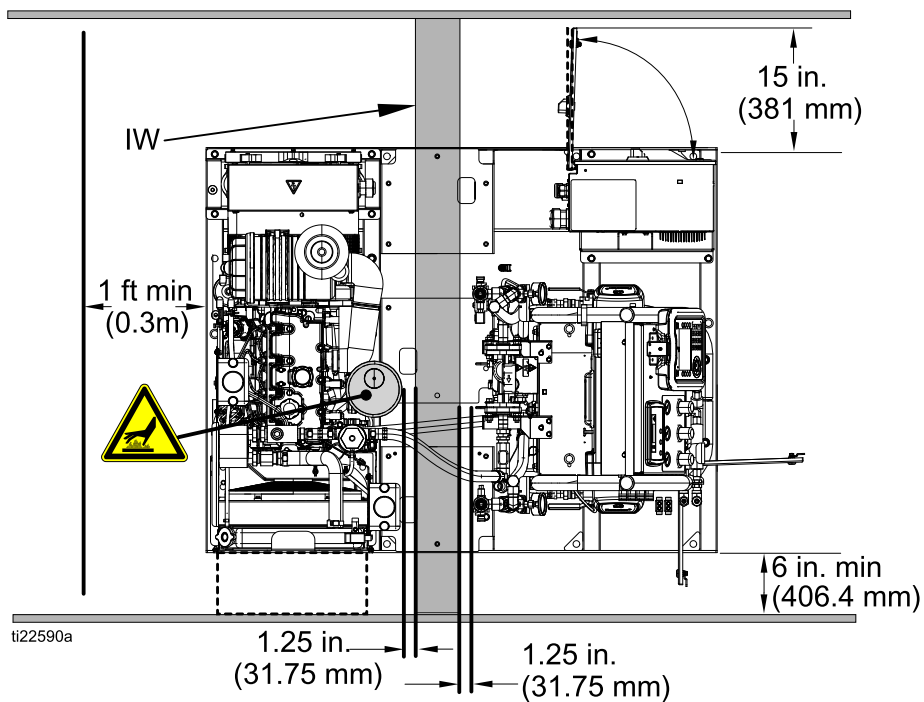

Figure 22 Вид сверху, со стенкой
4. Установите стенку (IW) там, где раньше находился топливный бак. Убедитесь в том, что пространство между стенкой и выхлопным глушителем составляет не менее 31,75 мм (1,25 дюйма). См. рис. 22.